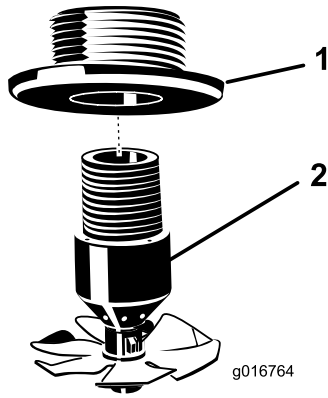

Figura 14
1. Instale o conjunto dos bicos de lavagem na união do anteparo (Figura 14).